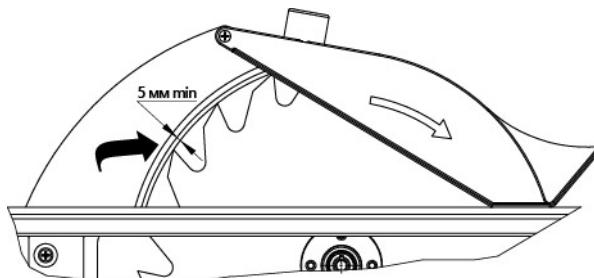

Рисунок 7. Радиальное положение
- должен быть не более 5 мм (рис. 7). Это достигается перемещением расклинивающего ножа по наклонному пазу;